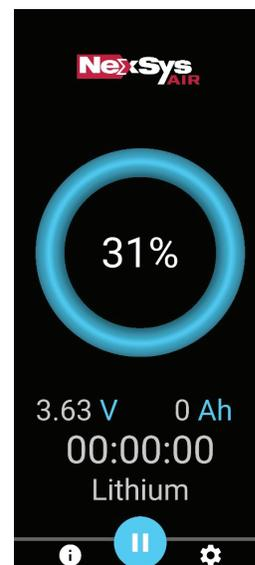

Abbildung 9
- Sobald der Ladevorgang gestoppt ist, werden auf dem Display der Ladezustand in Prozent und die Batteriespannung angezeigt. Der blaue Kreis der dynamischen SoC-Anzeige signalisiert den Abbruch der Ladung. Siehe **Abbildung 9**.